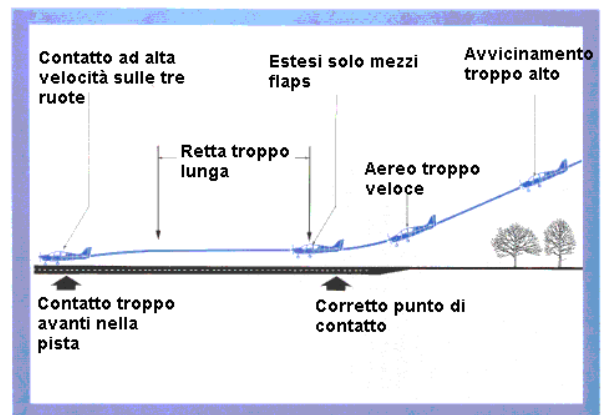

Figura 43
- 5) La maggior parte dei piloti che incorre in questi errori finisce per toccare la pista con le tre ruote contemporaneamente (con mezzi tricicli), probabilmente con l'intenzione di "metterlo giù" al più presto, per poi zompare sui freni prima che la pista si esaurisca (figura 43).